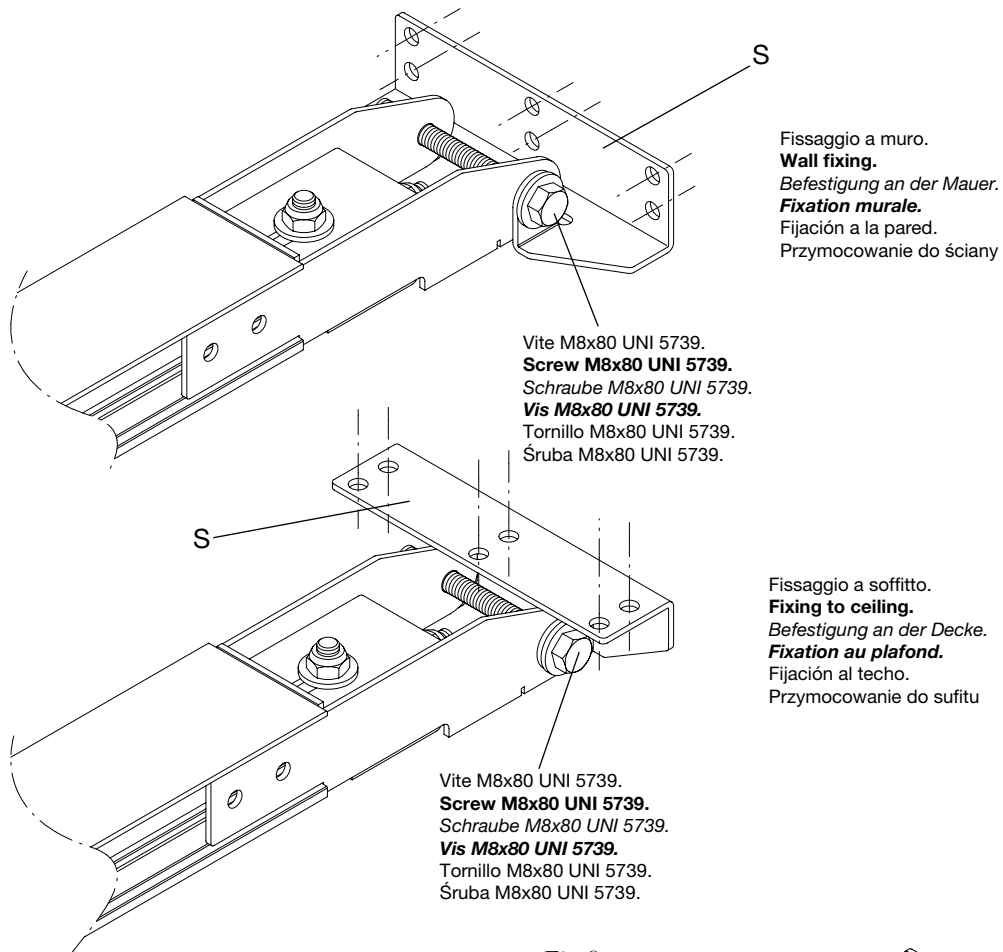

Fig.8
- Ancorare la staffa "S" al muro o al soffitto mediante rivetti o viti e tasselli. Ancorare il profilo alla staffa S con la vite a testa esagonale M8x80 ed il dado autobloccante (Fig.8).
- Anchor the bracket "S" to wall or ceiling by using rivets or screws and dowels. Anchor the profile to bracket S with the hexagonal head screws M8x80 and the self-locking nut (Fig.8).